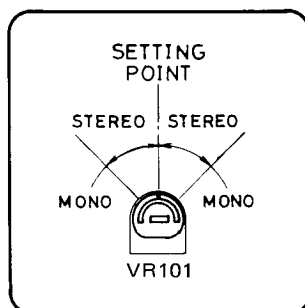

Fig. 3
(Fig. 3)
4. Ensuite, brancher l'oscilloscope et le voltmètre à courant alternatif au jack de sortie du canal gauche, et commuter la modulation du générateur de signal stéréophonique MF au signal de canal droit. Vérifier que la fuite du signal du canal droit au canal gauche est presque la même que celle du canal gauche au canal droit. S'il y a une différence marquée, régler finement le VR102. (Fig. 3)